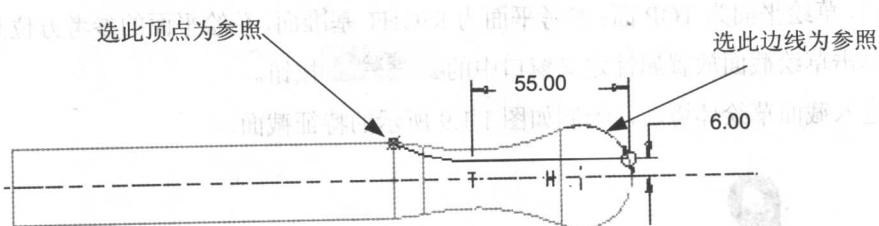

图 1.1.6
- (1) 直接单击拉伸命令图标 ，在出现的操控板中确认“实体”类型图标 被按下，并单击去除材料图标 .
- (2) 定义草绘截面放置属性：单击操控板中的“草绘”图标 ，进入草绘截面放置属性定义窗口，草绘平面为 FRONT 面；参考平面为 RIGHT 基准面，草绘平面的参考方位是“右”。
- (3) 单击草绘截面放置属性定义窗口中的 按钮。
- (4) 进入截面草绘环境后，选取图中的顶点及边线为参照，绘制如图 1.1.6 所示的特征截面。